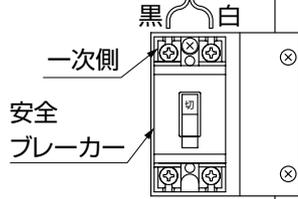

図1-1
- ①レールステイカバーを固定しているネジを外してレールステイカバーを取外してください。
- ②住宅側からのAC100V電源用埋設管にAC100V電源線を通して、シャッターの側壁左まで引出してください。
- ③住宅側からのAC100V電源をOFFにして、安全ブレーカーのスイッチを「切」にしてください。
- ④レールステイに組付いている安全ブレーカーの一次側にAC100V電源線を接続してください。(図1-1参照)
- ⑤レールステイにレールステイカバーを組付けてください。